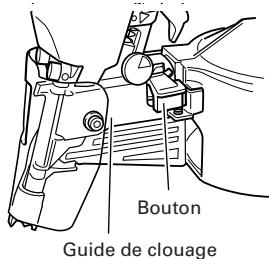

Fig. 17
- (1) Nettoyez de temps en temps la partie mobile du bouton, puis huilez. (Voir Fig. 17.)